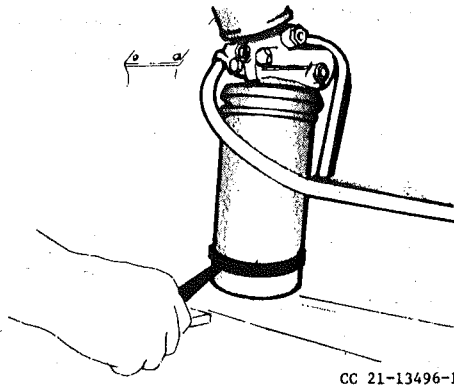

Fig. 17 Filtre à huile - moteur diesel
- 1 Enlever la batterie. Dégager le filtre à l'aide d'une pince à ruban ou un autre outil selon les instructions de la fig. 17.